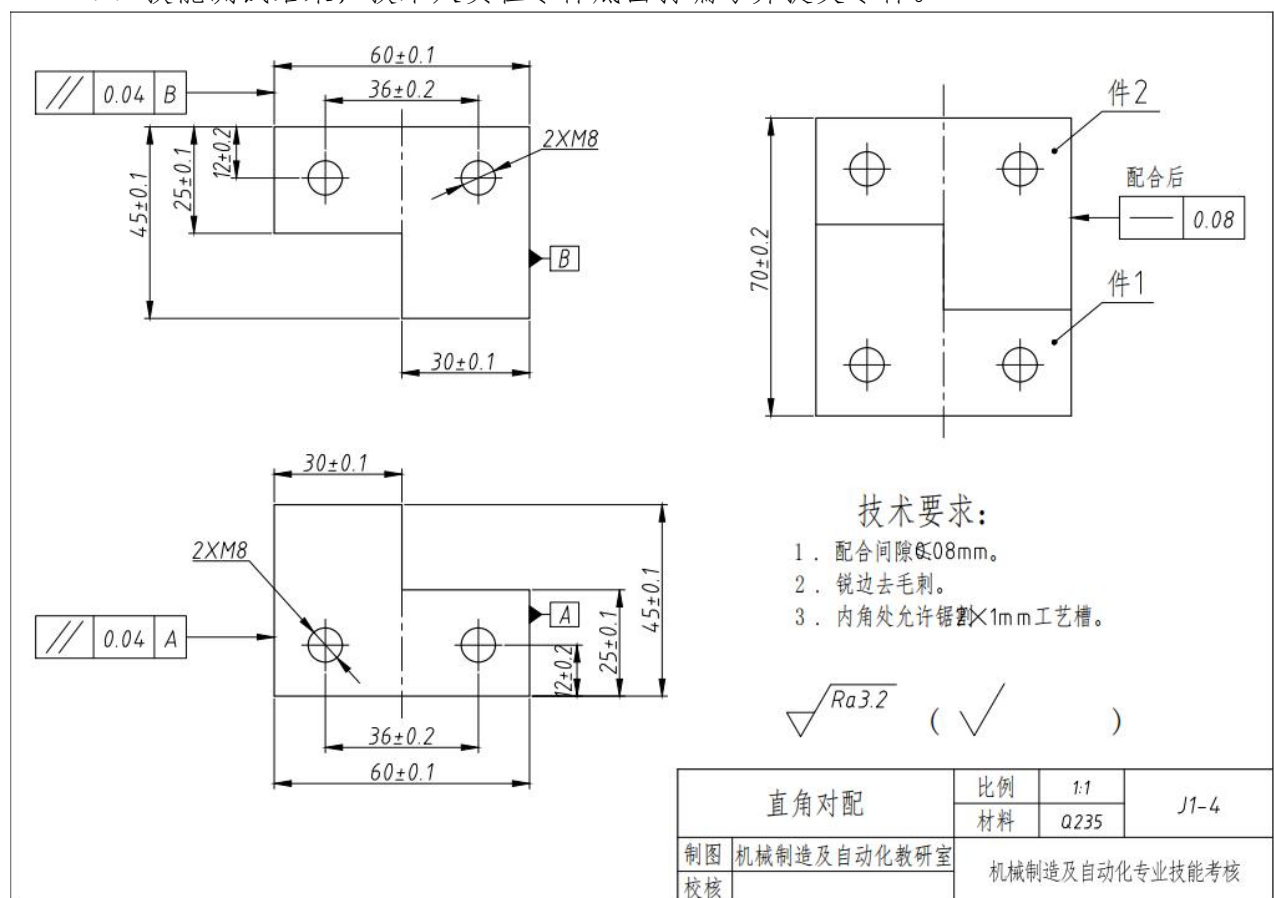

图 1-1-4 直角对配
- (1) 能读懂零件图及工艺装配图，进行零件加工工艺分析；
- (2) 正确选择与使用常用工具和设备进行划线、锉、锯、孔加工、螺纹加工和锉配加工等；
- (3) 根据零件图 1-1-4 的要求完成凸、凹零件的加工与配锉加工。去毛刺，倒棱角 C0.3，配合面不允许倒角，不准使用专用工、夹具加工和抛光；
- (4) 使用常用量具对加工零件进行检验；
- (5) 严格执行工作程序、工作规范和安全操作规程；
- (6) 毛坯尺寸：62×47×6(单位 mm)，材料：Q235 钢板。毛坯及工、夹、量具由考点准备；
- (7) 技能测试结束，技术人员在零件底面打编号并提交零件。